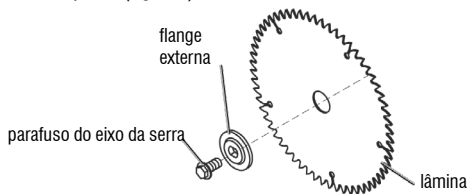

Fig. 14 – Remoção da lâmina
- Remova o parafuso do eixo da serra, a flange externa e a lâmina. Não remova a flange interna da máquina (fig. 14);